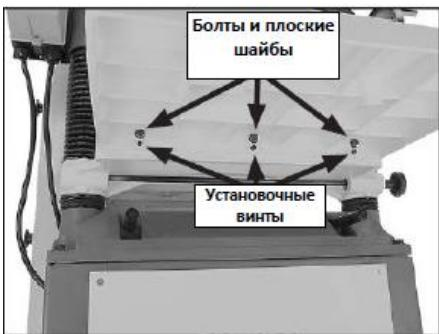

Рис. 4 Переднее удлинение стола установлено
1. Вставьте установочные винты M8-1,25 x 20 в отверстия в нижней части удлинения стола (Рис. 4).
2. Прикрепите удлинения стола к столу станка с помощью болтов M8-1,25 x 30, стопорных шайб 8 мм и плоских шайб 8 мм, как показано на Рис. 4, но не затягивайте болты полностью.